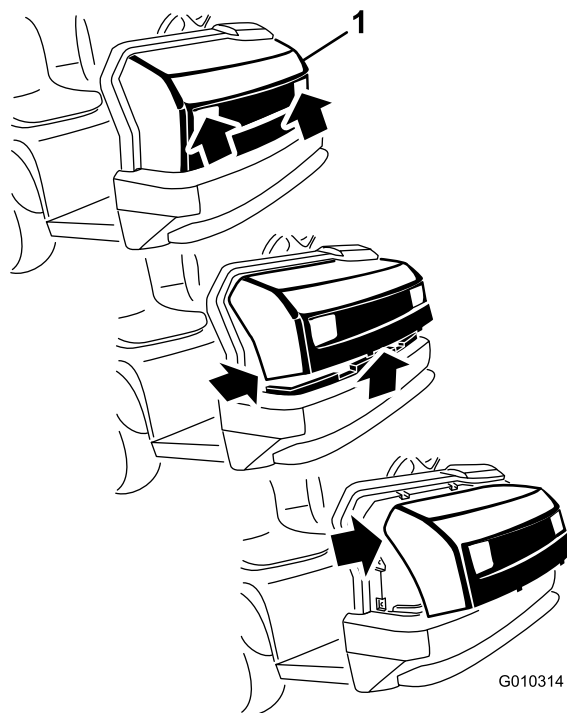

Figura 40
2. Ruotate verso l'alto la parte inferiore del cofano in modo da estrarre le linguette di montaggio superiori dalle fessure del telaio (Figura 40).
3. Ruotate in avanti la parte superiore del cofano e staccate i connettori a filo dai fari (Figura 40).
1. Afferrate il cofano dalle aperture dei fari, sollevatelo per sganciare le linguette di montaggio inferiori dalle fessure del telaio (Figura 40).